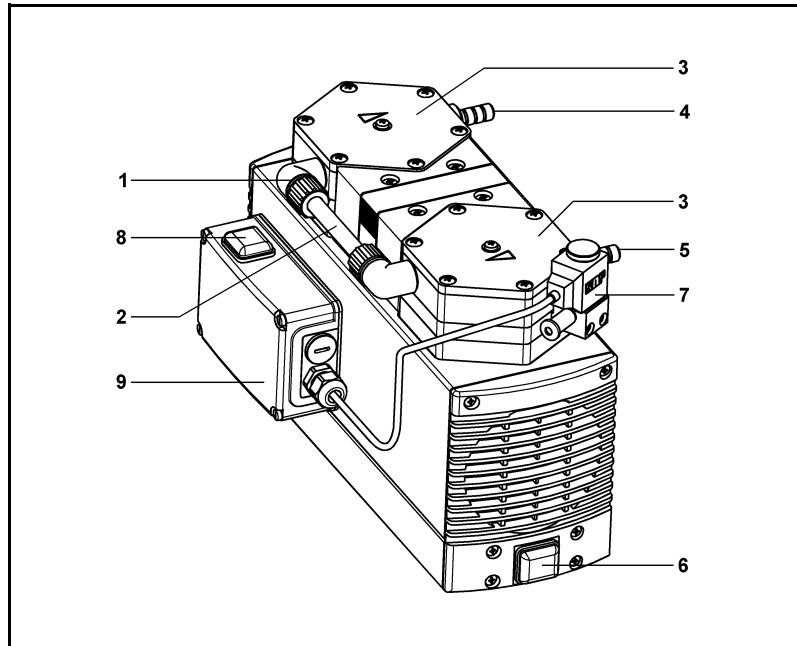
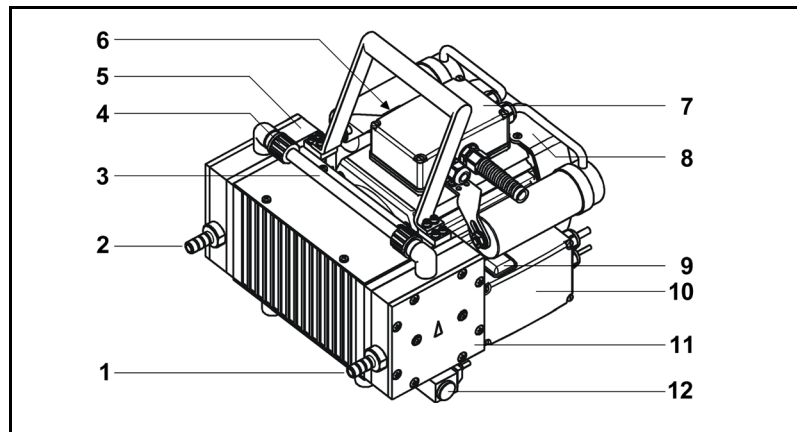

Abb. 2: Membranpumpe (dargestellt Pumpe N 840.3 FT.40.18, symbolisch)
Abb. 3: Membranpumpe N 860.3 FT.40.18
Das Belüftungsventil (siehe Abb. 2/7 bzw. Abb. 3/12) am saugseitigen Pumpenkopf wird von der Steuerung geöffnet, sodass Luft in den unter Vakuum stehenden Pumpenkopf einströmt. Aufgrund des Druckanstieges in diesem Pumpenkopf schließt das Einlassventil selbsttätig und dichtet die Verbindung zum Rezipienten hin ab.
- ➔ Pumpe mit Netzschalter einschalten (siehe Abb. 2 oder 3).
Trocknungssystem am Netzschalter des Steuerungskastens einschalten (siehe Abb. 2 oder 3).